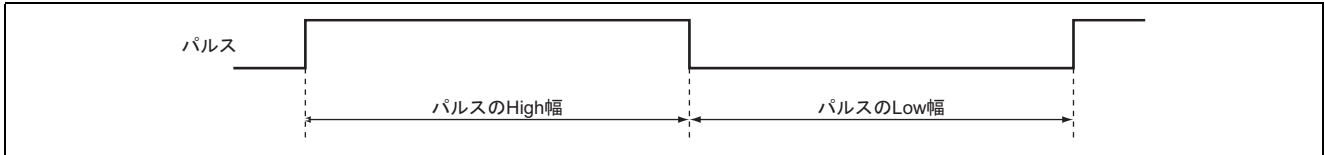

図 1 パルス幅測定タイミング
- (1) 図 1 に示すように、パルス High 幅および Low 幅の時間を測定し、結果を RAM に設定します。
- (2) 16MHz で動作時、パルスの High 幅および Low 幅は、2.4 $\mu$ s から 4.09ms まで 62.5ns 単位で測定可能です。